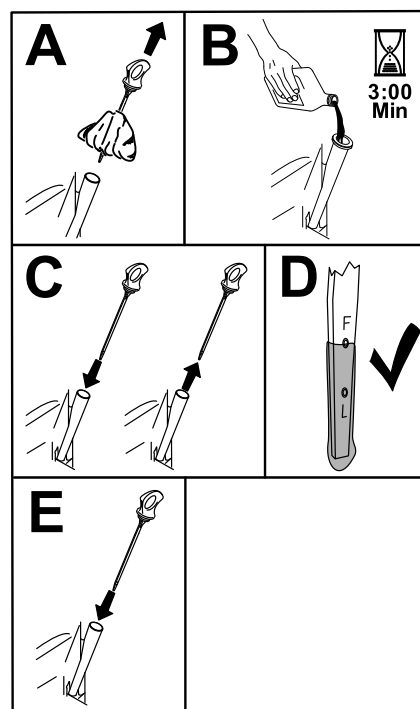

Figure 39
6. Versez lentement environ 80 % de l'huile spécifiée dans le tube de remplissage, puis faites l'appoint lentement jusqu'à ce que le niveau atteigne le repère maximum (Full) (Figure 39).